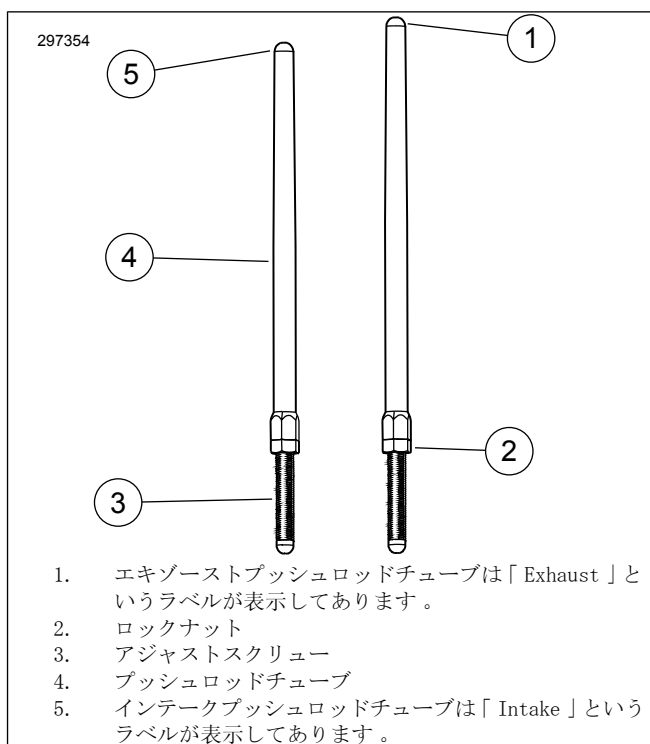

図1。アジャスタブルプッシュロッド
6. 図1を参照してください。すべてのプッシュロッドのロックナットを緩め、一番短い長さに調節します。